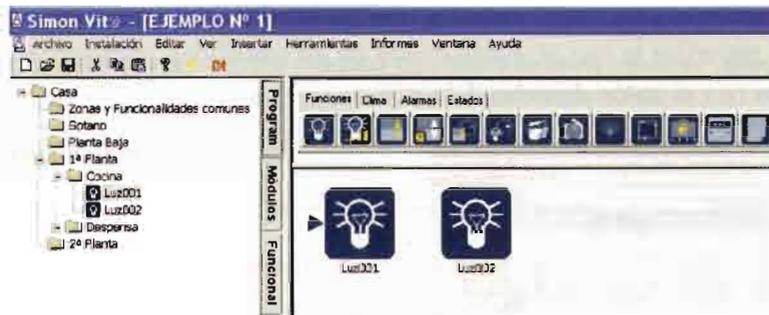

Fig. 10.19. Insertar funcionalidades.
- Cuando se dispone de los módulos necesarios, se puede insertar una funcionalidad. Para ello debes situarte en la ventana **Programación**. Aquí, y dentro del emplazamiento **Cocina**, selecciona la funcionalidad **Control de iluminación**. Puesto que necesitas controlar dos puntos de luz, pulsa dos veces sobre la funcionalidad: aparecerá una para el punto de luz 1 y otra para el punto de luz 2 (Fig. 10.19).